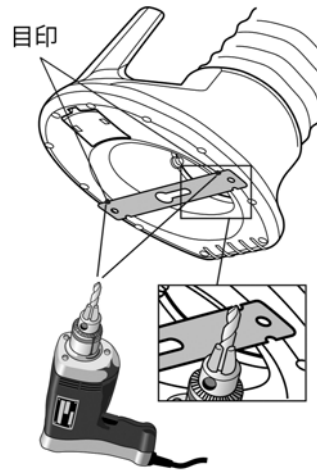

Fig. 1
- 1) フィルター取付用プレートの穴ピッチに合わせ、フード開口部の中心に取付けられるように、ドリルでΦ3の穴を開けてください。(Fig. 1)